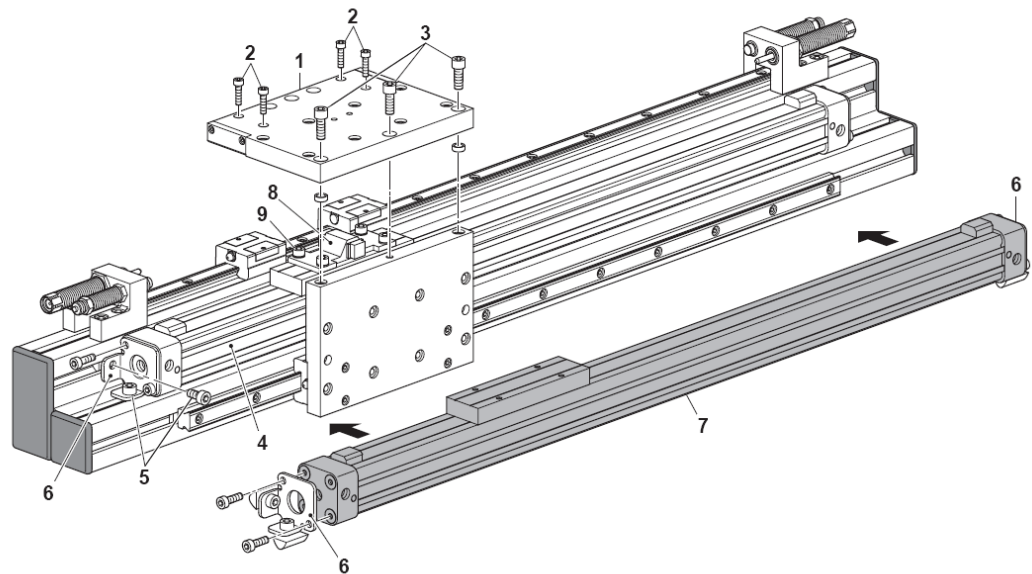

Abb. 42 Inbetriebnahme des Portalmoduls
2. Zylinderschrauben (Abb. 42, 2) und (Abb. 42, 3) herausschrauben und Schlittenplatte demontieren.
3. Zylinderschrauben (Abb. 42, 5) lösen und Zylinder (Abb. 42, 4) entfernen.
4. Befestigung (Abb. 42, 6) am Linearzylinder abschrauben.
5. Vier Zylinderschrauben (Abb. 42, 9) lösen und Mitnehmer (Abb. 42, 8) entfernen.
6. Mitnehmer (Abb. 42, 8) mit den Zylinderschrauben (Abb. 42, 9) am neuen Linearzylinder befestigen.
7. Befestigung (Abb. 42, 6) lagerichtig am neuen Linearzylinder (Abb. 42, 7) wieder anschrauben.
8. Neuen Linearzylinder (Abb. 42, 7) mit den Zylinderschrauben (Abb. 42, 5) befestigen.
9. Schlittenplatte (Abb. 42, 1) mit den Zylinderschrauben (Abb. 42, 2) und (Abb. 42, 3) montieren.